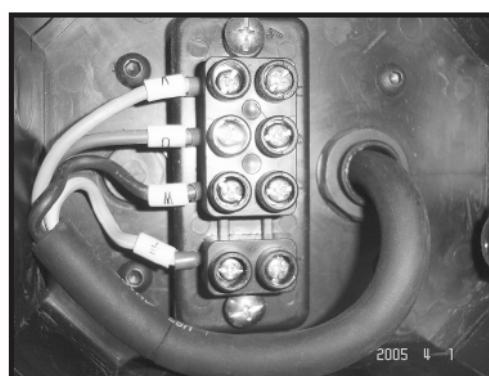

Fig. 41
1. Откройте электрическую соединительную коробку станка (см. рис. 41).